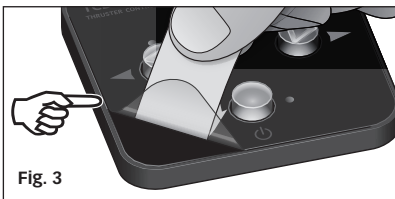

Fig. 3
- (Fig. 3) Después de finalizar la instalación, quitar la película de protección transparente de la superficie del mando. Recomendamos utilizar un trozo de cinta adhesiva para quitar la película transparente.